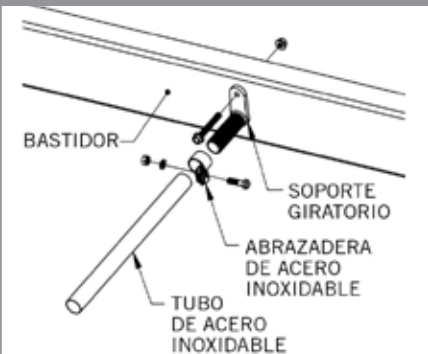

FIGURA 8
- Coloque la tapa de plástico (10003106A) en el extremo del tubo de acero inoxidable. (Ver la Figura 8)